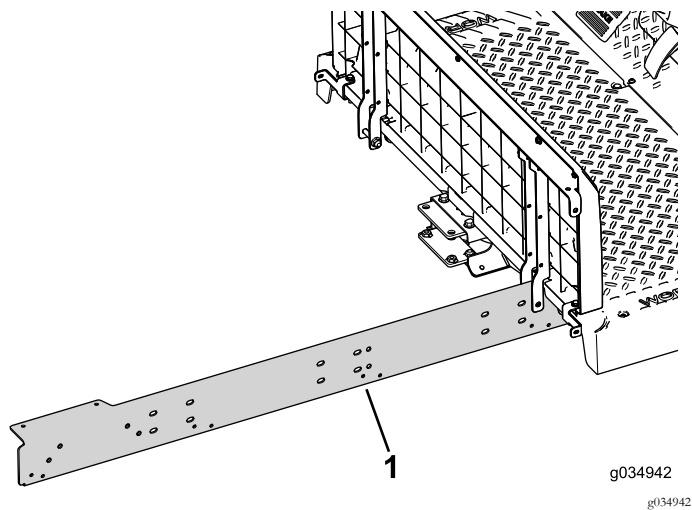

Figura 71
2. Monte provisionalmente la extensión en el lado derecho de la máquina (Figura 71).